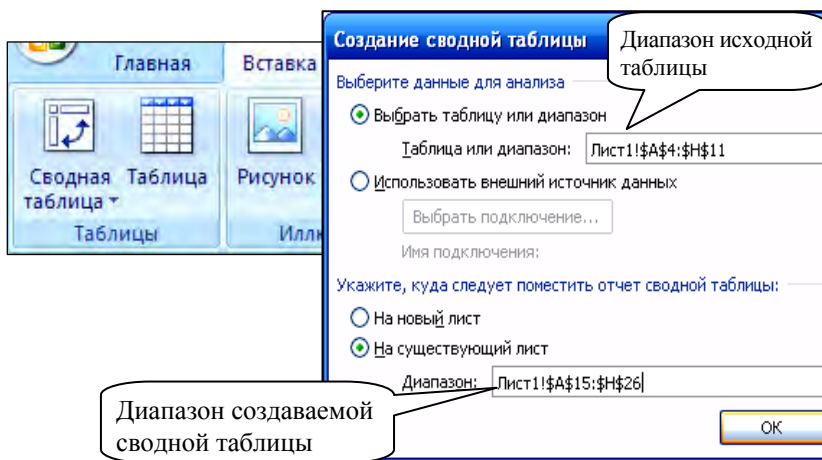

Рис. 6.8. Создание сводной таблицы
1. Чтобы создать сводную таблицу, на вкладке *Вставка* в группе *Таблицы* необходимо выбрать пункт *Сводная таблица*. На экран будет выведено диалоговое окно *Создание сводной таблицы* (рис. 6.8), в котором следует указать диапазоны исходной и сводной таблиц.